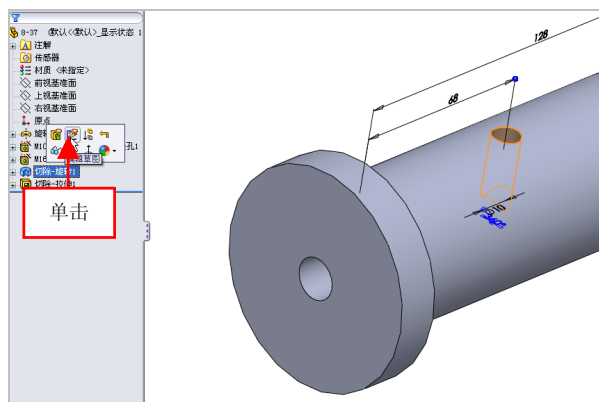

图 8-38 单击【编辑草图】按钮
(2) 在 Feature Manager 设计树中，选择【切除-旋转 1】选项，弹出对话框，单击【编辑草图】按钮，如图 8-38 所示。